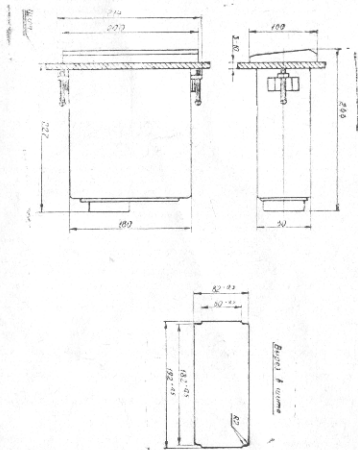

Рис. 3.
7.2. Для милливольтметра в щите должно быть сделано отверстие в соответствии с габаритными размерами (рис. 3).